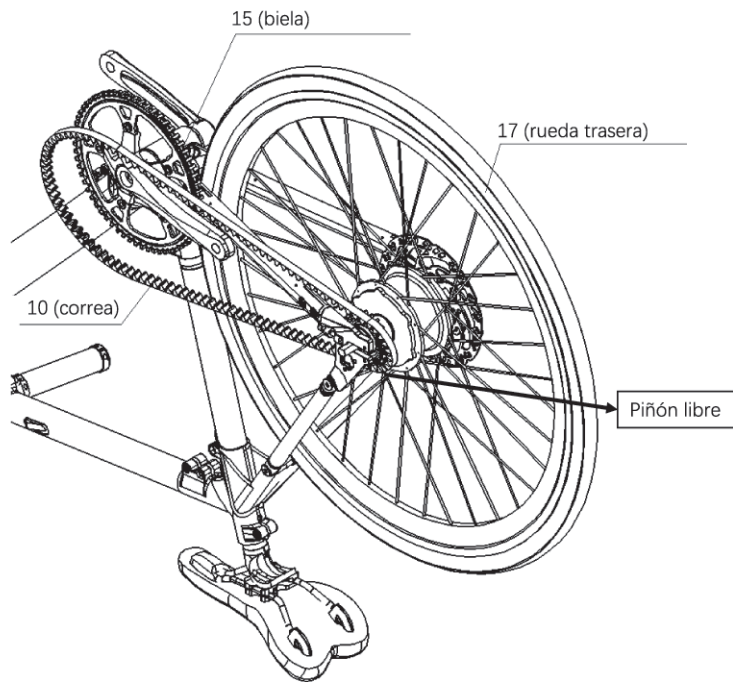

Figura 30-2.
e. Girar la pieza 10 hacia arriba y cubrir la rueda libre de la rueda trasera de modo que el centro de la pieza 10 encaje con el centro de la rueda libre, como se muestra en la Figura 30-2.